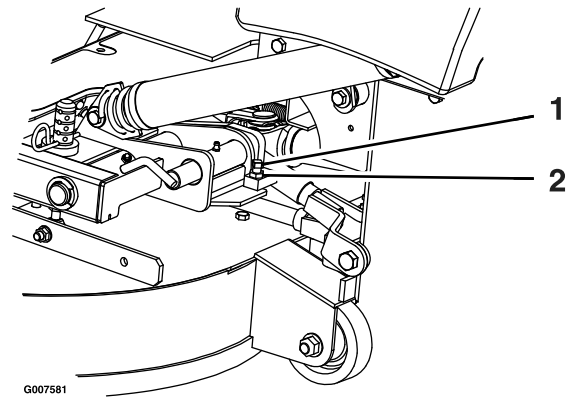

Figure 81
2. Desserrez l'écrou de blocage et tournez la vis de butée dans le sens horaire jusqu'à ce que la goupille de verrouillage soit serrée et ne puisse pas être tournée à la main (Figure 81).